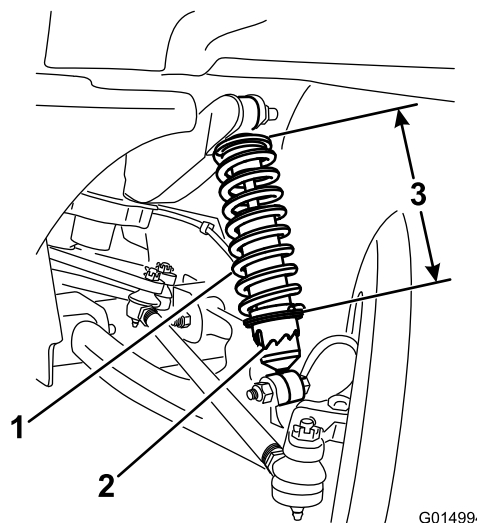

Figura 32
- A. Utilizando a ferramenta TORO6010, rode o anel no amortecedor para alterar o comprimento da mola (Figura 32).